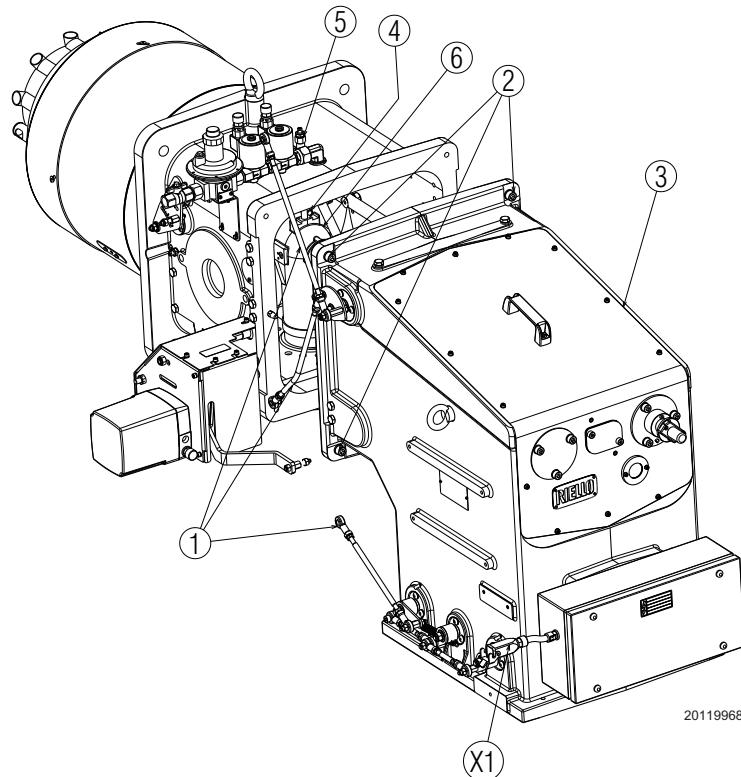

图 16
- 将燃烧头与风门挡板调节杆的连接杆 1)( 图 16 ) 断开 , 移除相关螺母 ;